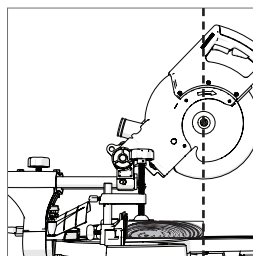

Рис. 27
- Возьмитесь за рукоятку для резки и перемещайте режущий блок вперед, пока шпиндель (ось диска) не будет находиться над передней кромкой заготовки (**рис. 27**).